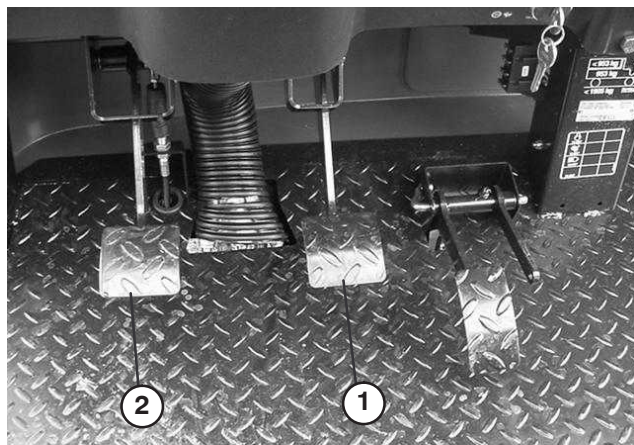

Figure 59
2. Soulevez la pédale de frein (Fig. 59) jusqu'à ce qu'elle touche le châssis.
3. Soulevez la pédale d'embrayage (Fig. 59) jusqu'à ce qu'elle touche le châssis.